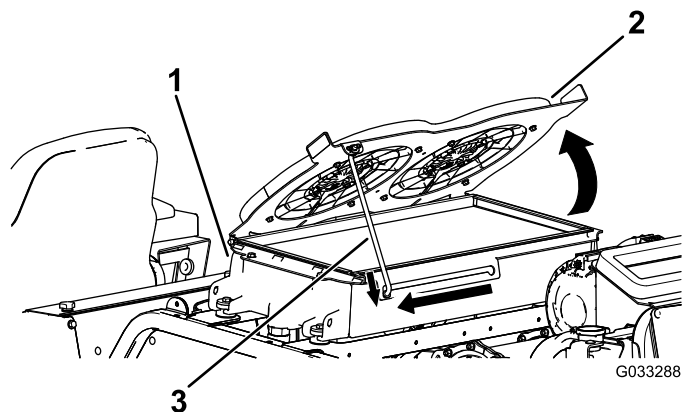

Figure 121
2. Faites pivoter les ventilateurs de refroidissement hydrauliques vers le haut et calez la béquille dans le cran (Figure 121).